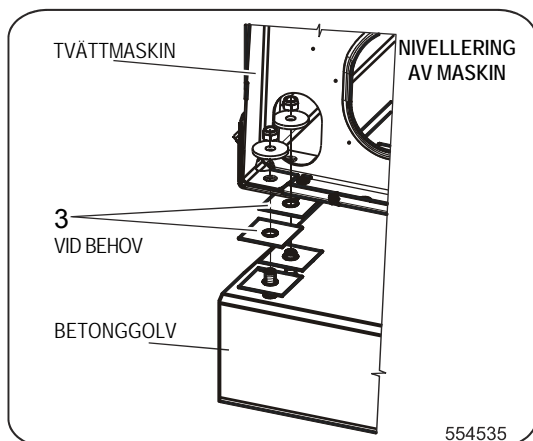
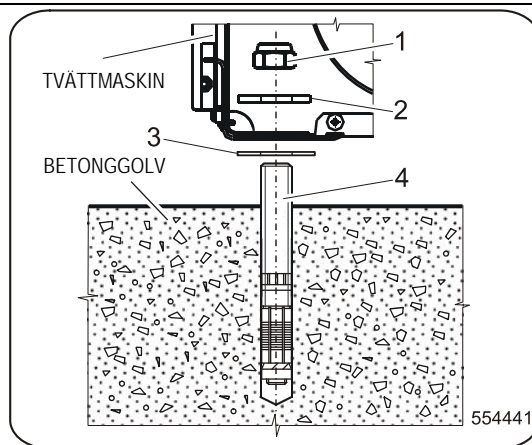

Fig. 17 Fast förankrade maskiner,
Fig. 15 Fast förankrade maskiner,
- För horisontell och stabil uppställning av maskin i alla hörn använd distansbrickor, se Fig.17, 18.
Av denna anledning bör användas skruvar M16 - pos.4, se fig. 15 och 16, brickor $\varnothing 60 / \varnothing 16,5 \times 6\text{mm}$ - pos.2 och låsmuttrar M16 – pos.1, för att maskin skapar en helhet tillsammans med ett metallstativ (om det används), se fig. 15, 16.
- Kontrollera horisontell och stabil uppställning av maskin i alla hörn. Jämna ut maskin vid behov med rostfria eller galvaniserade distansbrickor, fig. 15, 16, 17,18 pos. 3, (distansbrickor följer inte med i leverans) som placeras mellan maskinens ram och golv, se. fig 17, 18. Mått på distansbrickan skall vara samma som maskinens ram i plats där ankarbultar finns, dock minst 80x80mm.